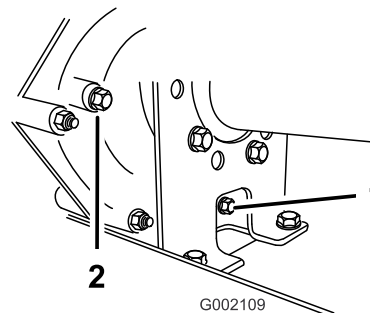
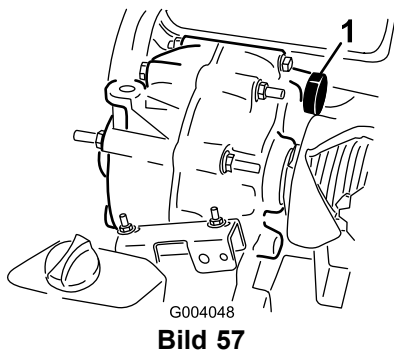

Bild 56
Bild 57
2. Reinigen Sie den Bereich um die Füll- und Ablassschraube mit einem Lappen (Bild 56).
4. Drehen Sie die Füllschraube nach links, um sie zu entfernen (Bild 56).
5. Drehen Sie die Ablassschraube nach links, um sie zu entfernen (Bild 56).
6. Setzen Sie die Ablassschraube und Dichtung in das Ablassschraubenloch am Getriebe ein und ziehen sie an (Bild 56).
7. Füllen Sie den Behälter (Bild 57) über das Füllschraubenloch mit ca. 1,4 l der angegebenen Ölsorte oder bis der Ölstand im Getriebe an der Unterseite des Gewindes liegt (Bild 56).
8. Setzen Sie die Füllschraube und Dichtung in das Füllschraubenloch am Getriebe ein und ziehen sie an (Bild 56).
10. Prüfen Sie den Ölstand und füllen mehr Öl ein, wenn der Ölstand unter dem Gewinde im Füllschraubenloch liegt (Bild 56).